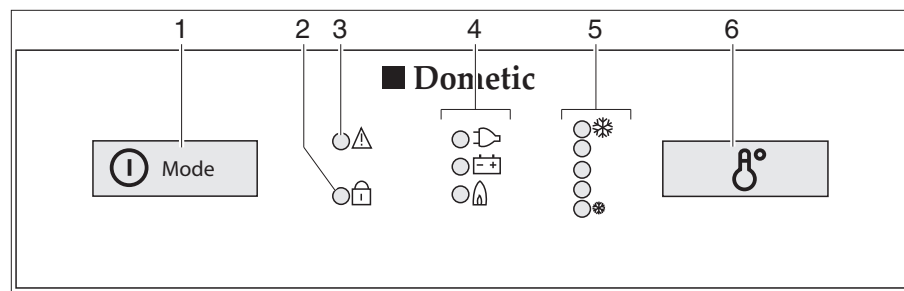

Fig. 323 Boutons de commande pour le réfrigérateur (Dometic Série 8 avec SMSE)
- Appuyer sur le commutateur/sélecteur de source d'énergie (Fig. 323,1) pendant 2 secondes pour mettre l'appareil en marche. La DEL du dernier mode de fonctionnement sélectionné s'allume.
- Si nécessaire, appuyer brièvement plusieurs fois sur le commutateur/sélecteur de source d'énergie (Fig. 323,1) jusqu'à ce que le voyant de contrôle gaz "🔥" s'allume. L'arrivée de gaz est ouverte. L'allumage s'effectue de manière automatique. Un tic-tac est distinctement perceptible jusqu'à ce que la procédure d'allumage soit effectuée avec succès.
- Régler la température de réfrigération avec l'interrupteur réglage de la température (Fig. 323,6).
- Si nécessaire, appuyer brièvement plusieurs fois sur le commutateur/sélecteur de source d'énergie (Fig. 323,1) jusqu'à ce que le voyant de contrôle 230 V "⚡" s'allume.
- Si nécessaire, appuyer brièvement plusieurs fois sur le commutateur/sélecteur de source d'énergie (Fig. 323,1) jusqu'à ce que le voyant de contrôle 12 V "⊖" s'allume.